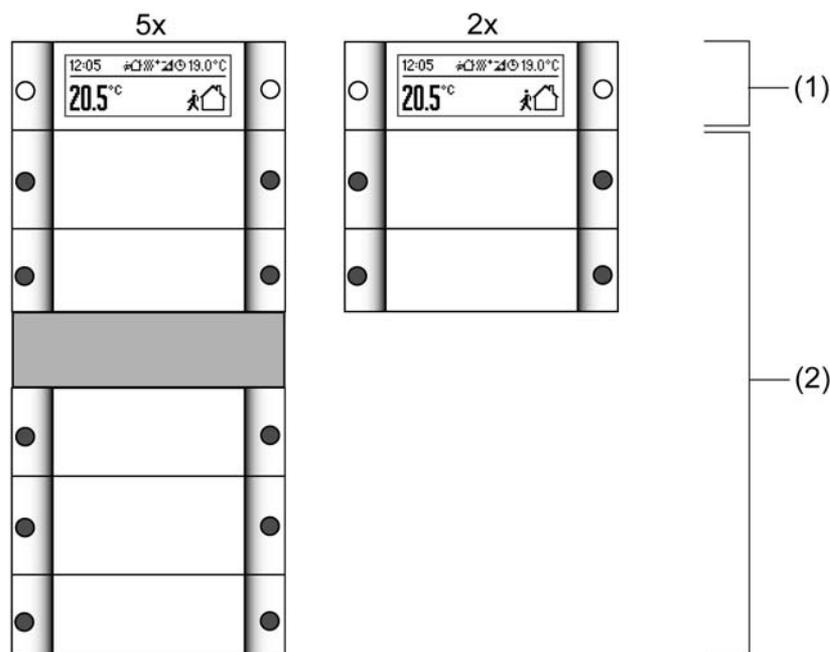

Bild 5: Anordnung der Bedienflächen auf der Gerätefront
Das Gerät besteht in Abhängigkeit der Gerätevariante aus bis zu 6 mechanisch voneinander getrennten Bedienflächen. Die Bedienflächen sind die auf das Gerät aufgesteckten Design-Abdeckungen mit darunterliegenden Tasterelementen. Es werden die Display-Bedienfläche (1) und die Bedienflächen der Tastsensor-Funktion (2) unterschieden (Bild 5).